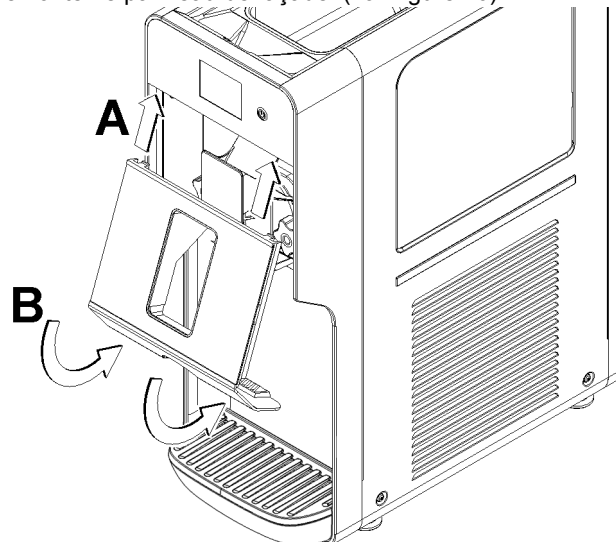

figure 26
- 5** Remonter le panneau de façade. (voir figure 26)